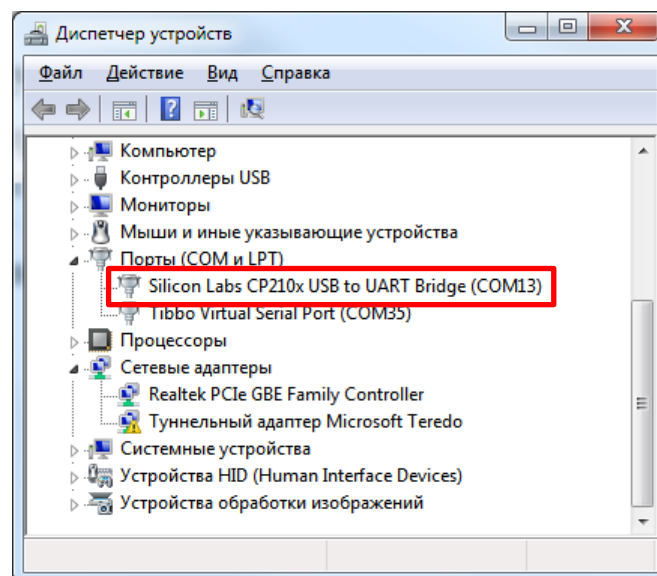

Рисунок 6.2 – Номер COM-порта, к которому подключено изделие
– определить номер COM-порта, к которому подключено изделие, с помощью *Диспетчера устройств* ПК, открыв в дереве устройств *Порты (COM и LPT)* (рисунок 6.2);